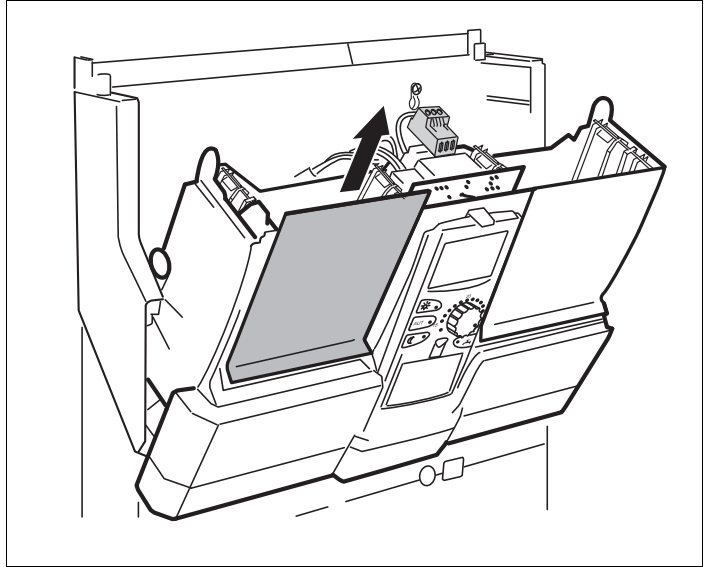

Fig. 5 Remover a placa cega
- Retirar a placa cega da slot 1 (→ Fig. 5) na unidade de regulação.